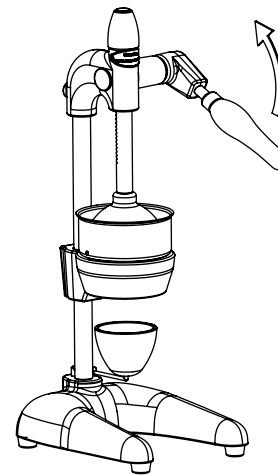
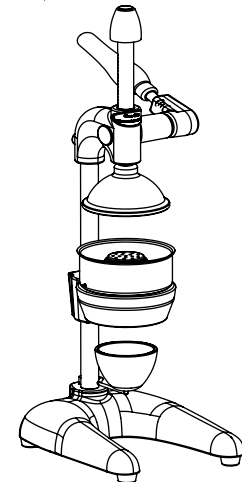

Bild 1
Bild 2
Drehen Sie den Pressehebel des Geräts (09) im Uhrzeigersinn 1,5 Umdrehungen (Bild 1), öffnen Sie den Abstand zwischen den Siebeinsatz (18-45) und den Presskopf (40-51), um die geschnittenen Früchte zu diesem Bereich einzulegen. (Bild 2)